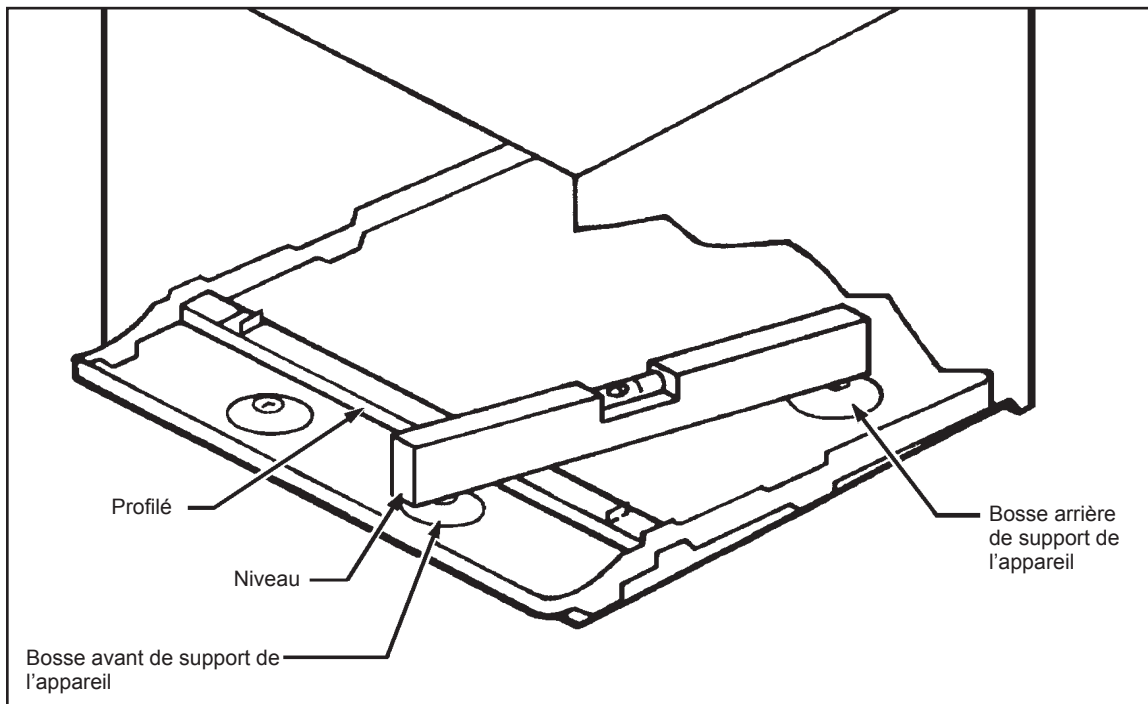

Figure 8
- ÉTAPE 4** Il faut installer l'enveloppe WSC avec une légère pente vers l'extérieur du bâtiment. Mettre le niveau pour qu'il repose sur les bosses avant et arrière de support de l'appareil, comme montré sur la Figure 8. La pente ne doit pas dépasser un demi-bulle.